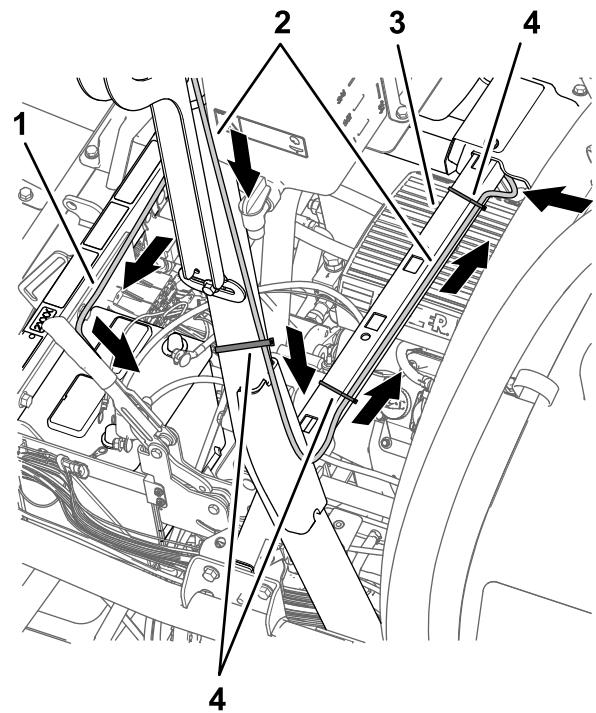
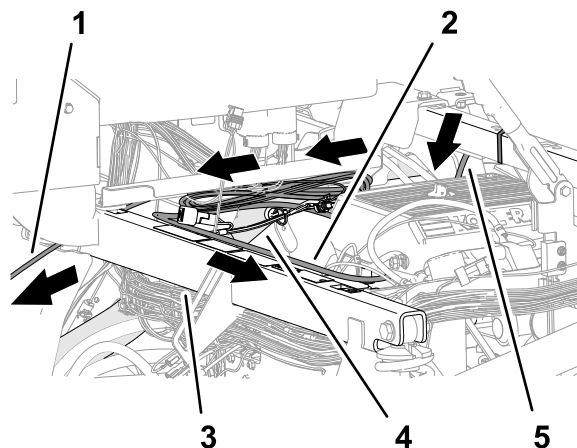

Figura 200
Figura 202
1. Encaminhe a cablagem de dados e a cablagem da bateria para baixo e para trás da barra de segurança vertical esquerda para a travessa de suporte do banco (Figura 200).
2. Prenda a seção com 390 cm da cablagem dos dados do recetor de navegação à barra de segurança como se mostra na Figura 200.
- Encaminhe a cablagem de dados e cablagem da bateria através da travessa de suporte do banco e prenda a secção de 390 cm da cablagem de dados para a travessa com duas braçadeiras de cabos (Figura 200 e Figura 202).
- Encaminhe a secção com 220 cm da cablagem da bateria ao longo do tubo da estrutura superior direita (Figura 202).
- Encaminhe a secção com 220 cm da cablagem da bateria através do tubo de suporte do para-choques em direção à bateria (Figura 202).
- Encaminhe a secção com 220 cm da cablagem dos dados (a secção da cablagem com o conector de 26 tomadas) por baixo da consola de controlo e para a frente na direção do painel de controlo (Figura 202).